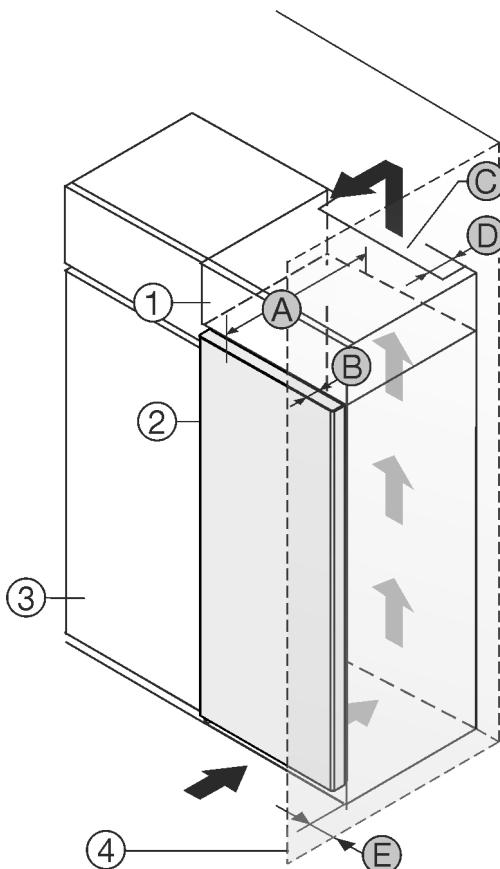

Fig. 1
(1) Шафа для встановлення на пристрії*
(2) Пристрій*
(3) Кухонна шафа*
(4) Стінка*
(5) Глибина пристрію*
(6) Вентиляційний зазор*
(7) Відстань задня сторона пристрію*
(8) Відстань до сторони пристрію*
(9) Глибина дверей*
Ви можете встановити пристрій безпосередньо поряд із кухонною шафою Fig. 1 (3).*
Зі зворотного боку шафи для встановлення на пристрій слід передбачити вентиляційну шафу завглишки Fig. 1 (D) на всю ширину цієї шафи.*
Слід дотримуватись вентиляційного отвору Fig. 1 (C) в стелі приміщення.*
Якщо пристрій із шарнірами встановлюється поряд зі стіною Fig. 1 (4), відстань між пристроєм і стіною повинна бути не менше 13 мм.*
Якщо пристрій із шарнірами встановлюється поряд зі стіною Fig. 1 (4), відстань між пристроєм і стіною повинна бути не менше 20 мм.*
Щоб мати можливість повністю відкривати дверцята, потрібно, щоб пристрій виступав на відстань глибини дверцят Fig. 1 (B) відносно передньої панелі кухонної шафи. Залежно від глибини кухонних шаф Fig. 1 (3) та використання пристінних розпірок пристрій може ще більше виступати вперед.*